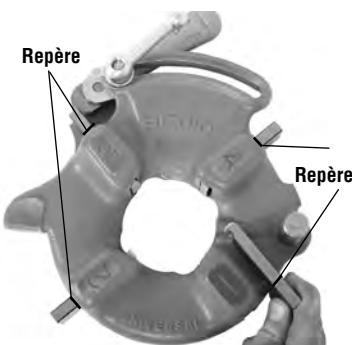

Figure 6 – Insertion des filières
4. Relevez la languette de la rondelle pour l'écartier du sillon de la barre calibrée. Amenez la rondelle jusqu'au bout du sillon (*Figure 6*).
6. Introduisez les filières appropriées dans la tête de filière avec leurs chiffres en haut jusqu'à ce que le repère se trouve à fleur du rebord de la tête de filière (*Figure 6*). Les chiffres des filières doivent correspondre à ceux des logements de la tête de filière. Remplacez le jeu de filières au complet et ne mélangez pas les filières d'un jeu avec celles d'un autre.